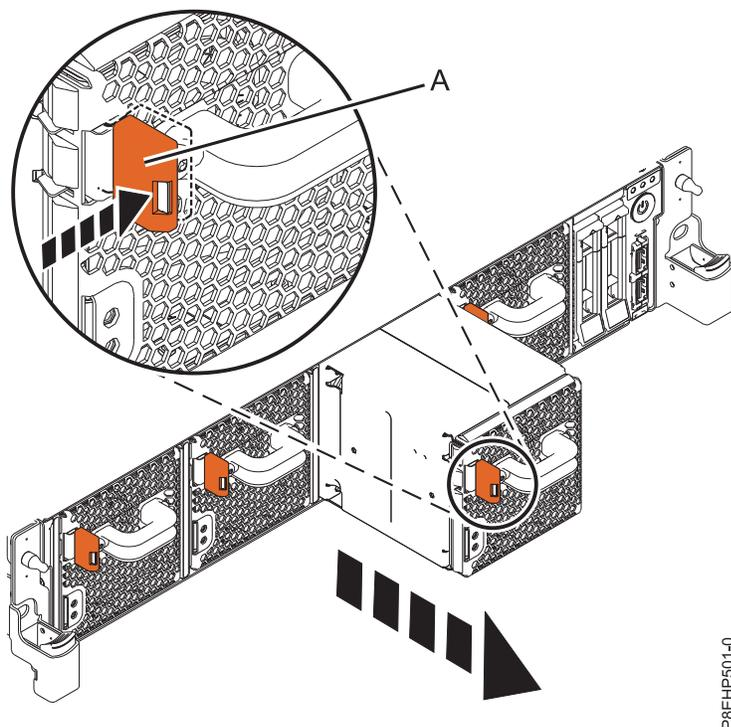

図 11. システムからのファンの取り外し
- a. システム内の所定の位置からファンを取り外すには、赤褐色のロックング・タブ (A) を押します (図 11 を参照)。